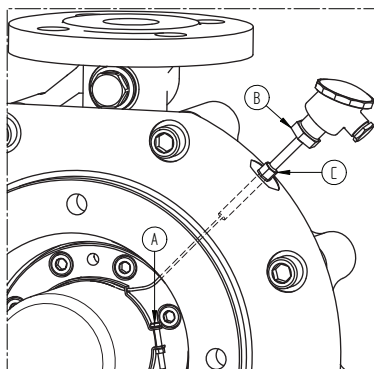

Рисунок 5: Внутреннее соединение датчика температуры.
- 3 Если насос оснащен датчиком температуры, осторожно снимите хомут шланга, открутив винт А (рисунок 5). Сначала ослабьте винт В, затем винт С и снимите соединительную головку вместе с соединительной трубкой, одновременно направляя датчик температуры с внутренней стороны через отверстие.
- 14 Если насос оборудован датчиком температуры, направьте датчик температуры с наружной стороны через отверстие и установите соединительную головку и трубку на промежуточную крышку. Затем направьте датчик температуры через отверстие в хомуте шланга и установите хомут шланга в положение, показанное на рисунок 5.